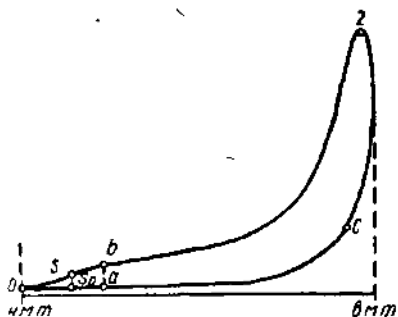

Рис. 1. Нормальная индикаторная диаграмма двухтактного двигателя
**Нормальные диаграммы.** Нормальными индикаторными диаграммами называются диаграммы, представленные на рис. 1 и 2. По ним определяется среднее индикаторное давление  $p_i$ , максимальное давление сгорания  $p_z$ , индикаторная мощность цилиндра  $N_i$ , а также характер рабочего процесса в цилиндре.
Нормальная индикаторная диаграмма двухтактного двигателя с характерными точками рабочего процесса представлена на рис. 1. Рабочий процесс в них совершается за один оборот коленчатого вала в следующей последовательности. После закрытия продувочных (точка  $s_0$ ) и выпускных окон или клапанов (точка  $a$ ) происходит сжатие свежего воздуха. Не доходя до в. м. т. на величину действительного угла опережения, начинаются подача топлива в цилиндр, смесеобразование и физико-химические процессы подготовки топлива к самовоспламенению. В точке  $c$  начинается самовоспламенение и процесс сгорания топлива. Точка  $z$  соответствует максимальному давлению процесса сгорания;  $z-b$  — процесс расширения газов, сгорания и догорания топлива.